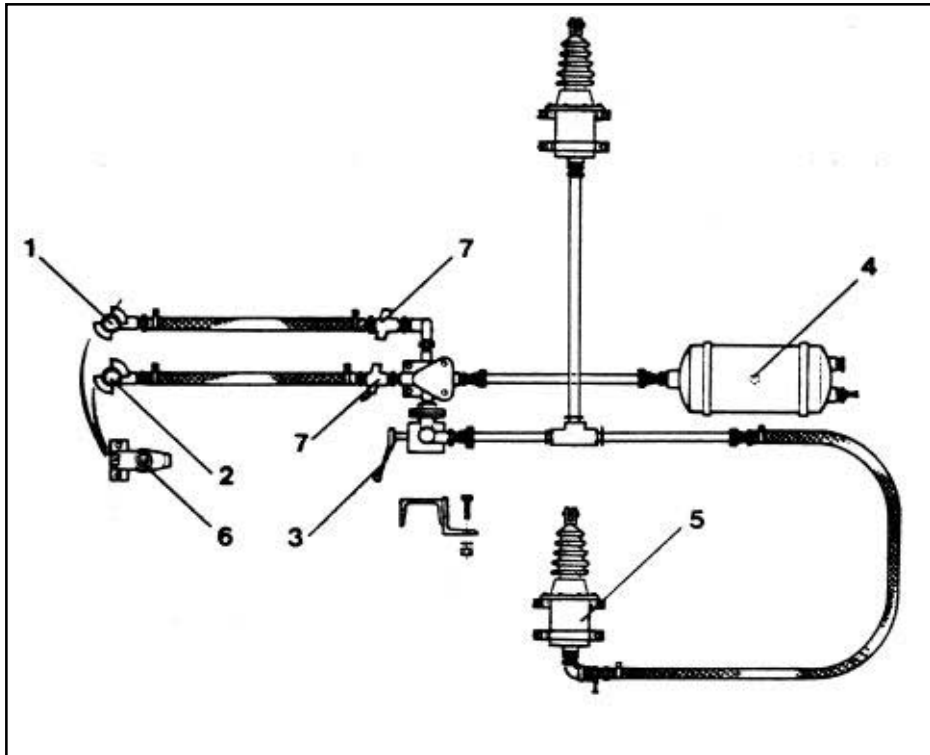

Fig. 5.6
- Tilkobling af tokreds tryklufsbremseanlæg (fig. 5.6) (hvis det er monteret) til traktoren:
- Gult koblingshoved (fig. 5.6/1) - til bremsekredsen
- Rødt koblingshoved (fig. 5.6/2) - til trykbeholderen
- Før kørslen påbegyndes skal bremseregulatoren (fig. 5.6/3) på håndbremsegrebet (fig. 5.7/2) manuelt indstilles så den passer til belastningen.